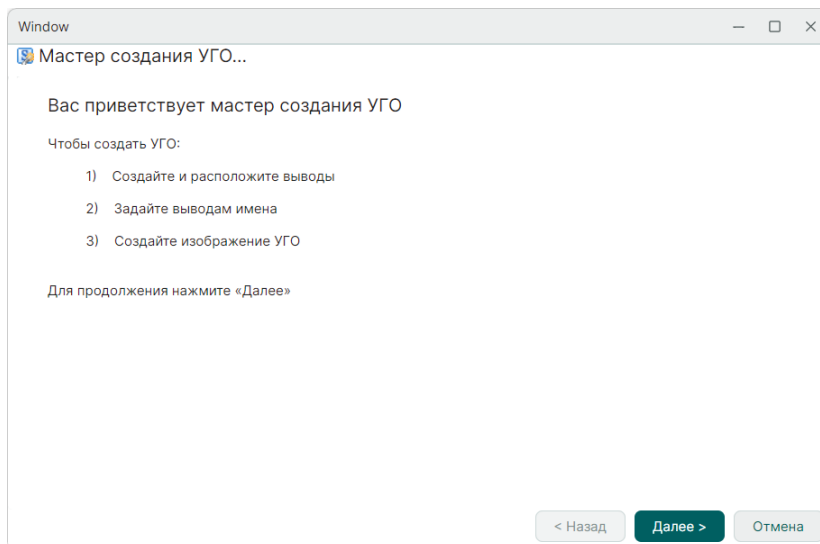

Рис. 229 Стартовое окно мастера создания УГО
2. На экране отобразится стартовое информационное окно мастера, для продолжения работы нажмите «Далее», см. Рис. 229.